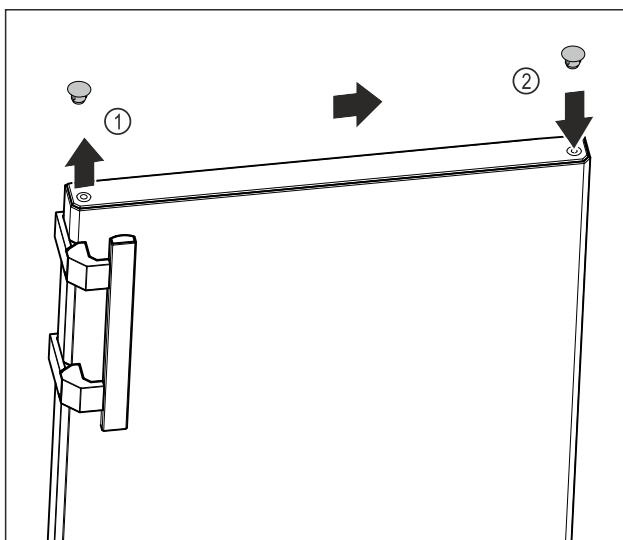

Fig. 9
- ▶ Soulever avec soin le cache de recouvrement de la partie supérieure de la porte Fig. 9 (1) au moyen d'un tournevis plat.
- ▶ Placer le cache de recouvrement du côté opposé. Fig. 9 (2)